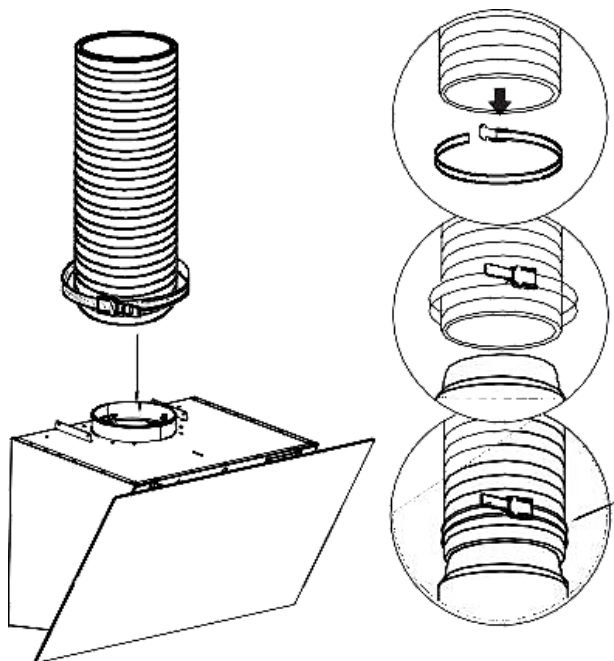

Рисунок 11
10. Установите алюминиевый воздуховод на отверстие выхода воздуха и закрепите его хомутом; другой конец воздуховода следует закрепить к окошку отвода воздуха. (примечание: данный пункт можно пропустить, если прибор устанавливается для рециркуляции воздуха с использованием угольного фильтра) (см. рисунок 11)